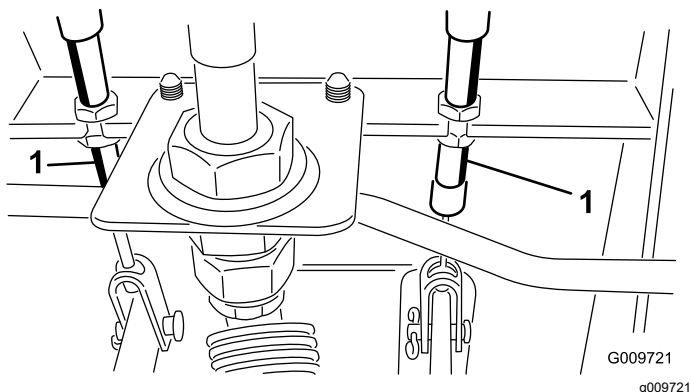

Figure 111
- A. Desserrez l'écrou avant sur l'extrémité fileté du câble de frein (Figure 111).